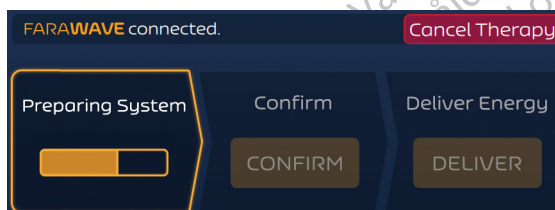

Bild 7. Behandlingsskärmen - Asynkront läge - Förberedelseläge
2. Efter att ha placerat FARAWAVE PFA-katetern på önskad plats, tryck på knappen PREPARE (FÖRBERED) för att starta FARASTAR PFA-generatorn. Bild 7 visar användargränssnittet i det läget.